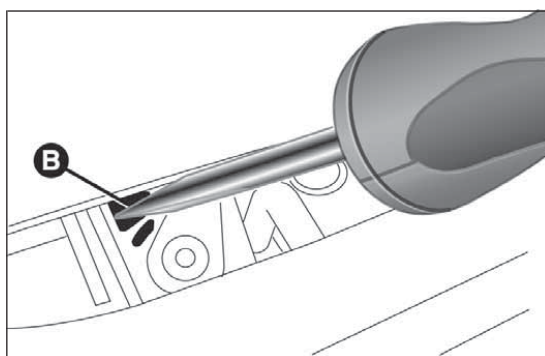

Abb. 81
- Danach den Schraubenzieher in die Aufnahme B Abb. 81 stecken, so dass der Entriegelungskeil des Kofferraums auslöst.